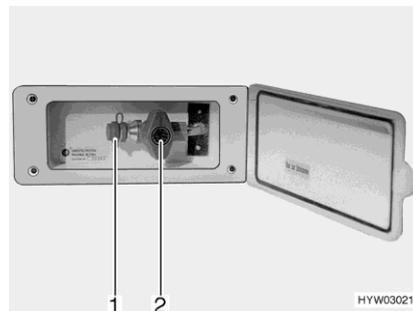

Fig. 90 Raccordement externe de gaz (robinet d'arrêt de gaz fermé)
- Raccorder l'appareil à gaz externe sur le raccord (Fig. 90,1).
- Ouvrir le robinet d'arrêt de gaz (Fig. 90,2).